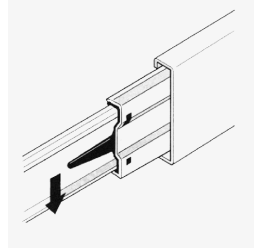
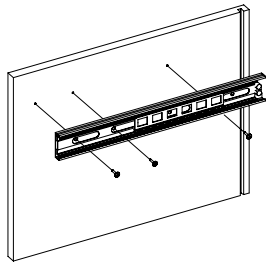

Рис.3
Рис.4
2. Отсоедините от основания телескопических направляющих внутренние планки, отогнув пластиковый рычажок фиксатора (Рис.3). Основания телескопических направляющих закрепите на деталях 2, 3 винтами М5x8 (Рис. 4). **!!!** Приложите телескопическую часть отверстиями к отверстиям на боковине стола, чтобы они были отцентрованы относительно друг друга. Вкрутите винты М5x8 с помощью шуруповерта, приложив немного усилий. **Внимание:** винт М5x8 должен заходить с натягом для максимально плотной фиксации телескопических направляющих.